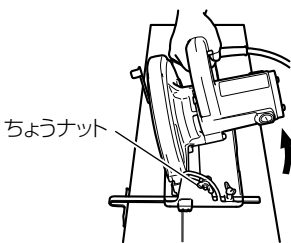
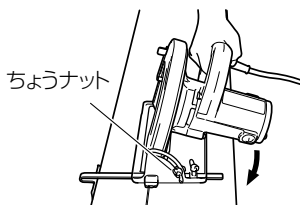
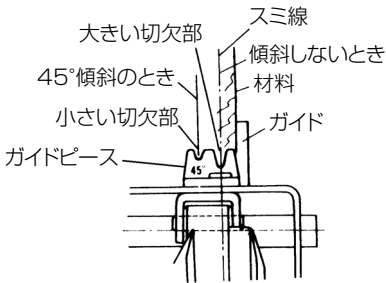

図 6
図 7
図 10
- ちょうナット（傾斜調整用）をゆるめると、ベースに対してのこ刃を左右両側に傾けることができます。（図 6、図 7）
傾斜角度は図 6 の方向に 45° まで、図 7 の方向に 25° までです。
○ 図7のように左に傾けるときは、切込み深さを浅くしてから傾斜角度を調整してください。このときは傾斜角度と切込み深さの関係によっては、ハウジングの後部がベースの底面より出張る場合があります。
- (1) 材料の上に本体（ベース）をのせ、傾斜させないときはガイドピースの大きい切欠部、図 6 の方向に 45° に傾斜させるときは小さい切欠部をスミ線に合わせるとのこ刃位置の目安になります。（図 10）
- (2) スミ線とのこ刃の位置を合わせたら、のこ刃が材料に触れない状態でスイッチを入れます。そのまま本体をゆっくり前方に進め、切り終わるまでこの状態を保つようにしてください。